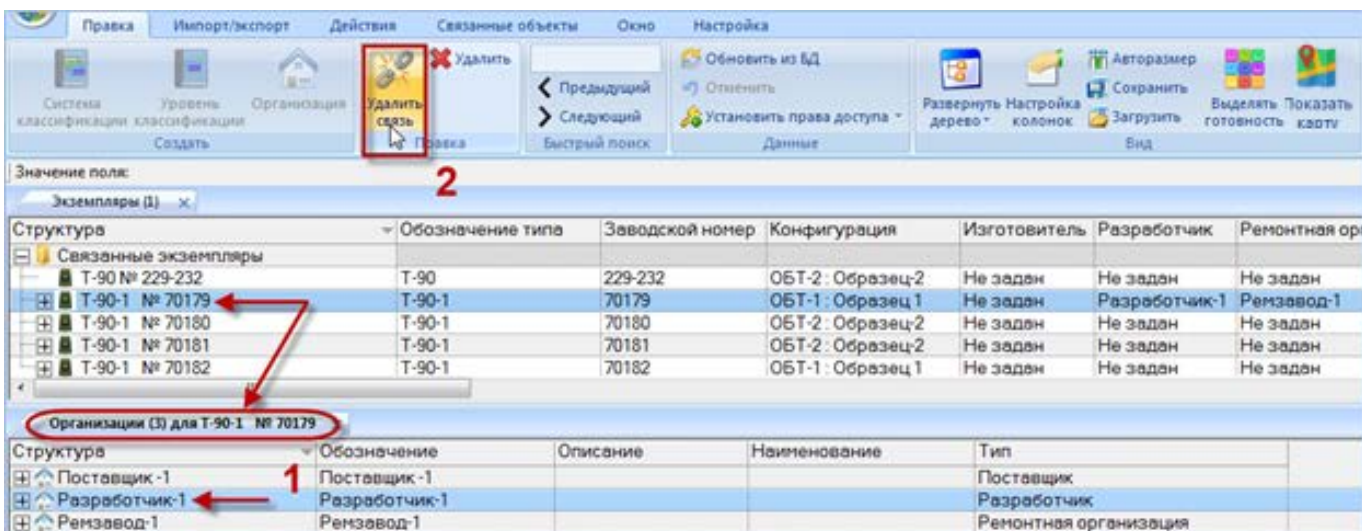

Рис. 20-43 – Удаление связи организации с экземпляром
- 4) Выделить организацию в окне связанных объектов «Организации» для экземпляра (1 на рис. 20-43).
- 5) Нажать кнопку «Удалить связь» панели «Правка» (2 на рис. 20-43).